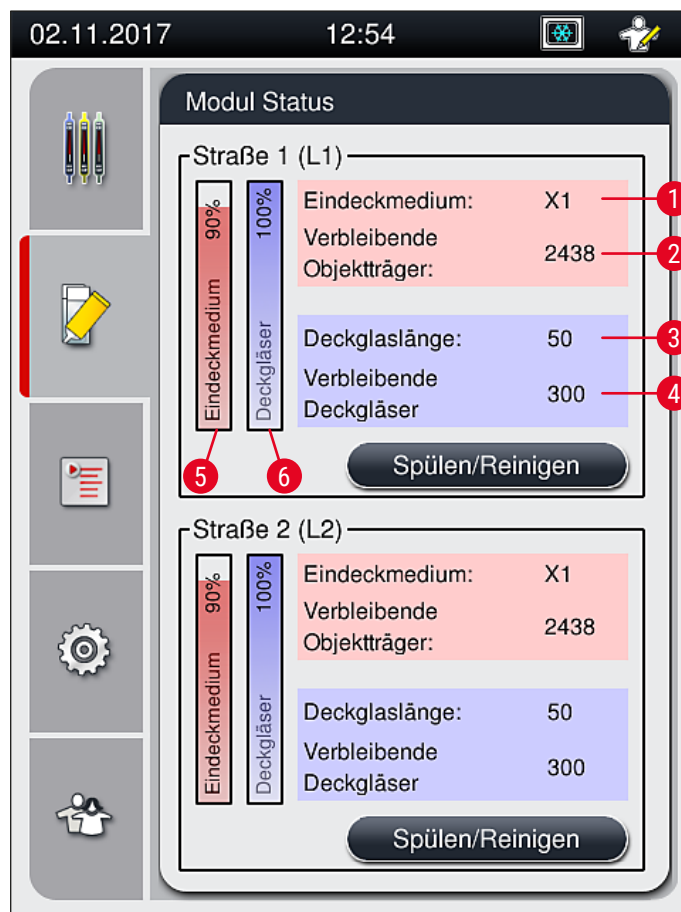

Abb. 22
7. Die eingesetzten Eindeckmediumflaschen werden von der Gerätesoftware erkannt und der **Modul Status** (→ Abb. 22) wird aktualisiert.